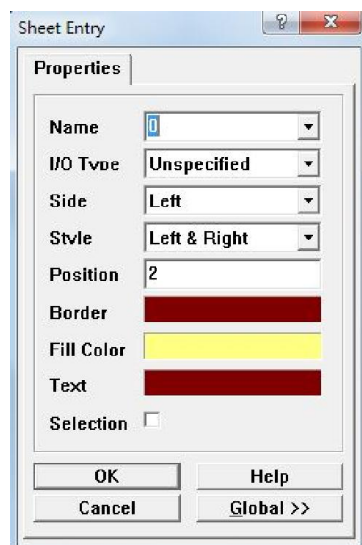

图 4.40 Sheet Entry 属性对话框
(3) 放置端口后用鼠标左键双击方块电路的端口，系统会弹出如图 4.40 所示的 Sheet Entry 属性对话框。